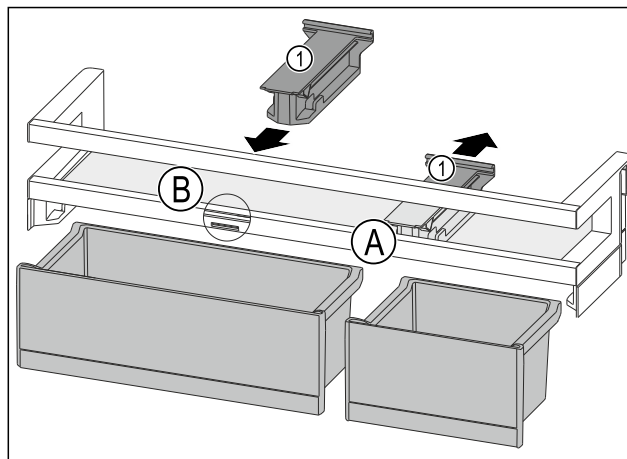

Fig. 224
- Trekk av holdedelen Fig. 224 (1) i posisjon Fig. 224 (A) bakover.
- Sett inn holdedelen Fig. 224 (1) i posisjon Fig. 224 (B).